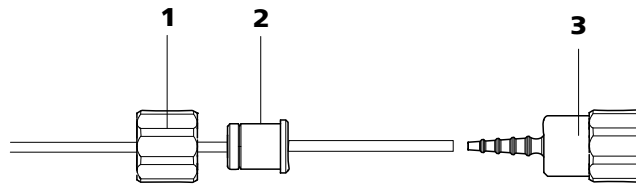

Figura 26 Instalación de una conexión de tubo de bomba sin filtro
- **Caso B:** una conexión de tubo de bomba **sin filtro** 6.2744.160 (véase Figura 26, página 49).